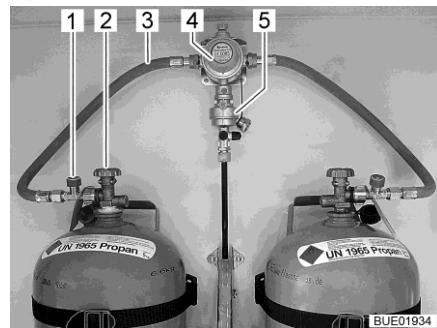
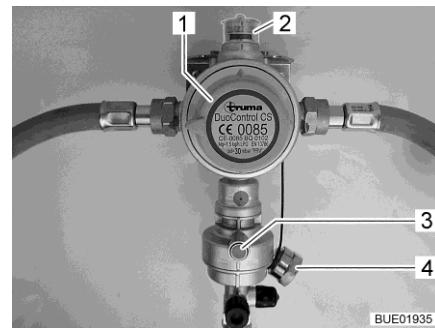

Fig. 49 Bombole del gas con DuoControl
Fig. 50 Impianto di regolazione DuoControl
L'impianto di regolazione DuoControl consiste in una valvola di commutazione (Fig. 49,4) e un sensore crash (Fig. 49,5). L'impianto di regolazione DuoControl è installato tra i tubi flessibili del gas (Fig. 49,3) con un dispositivo antirottura del tubo flessibile (Fig. 49,1). Con la manopola (Fig. 50,1) sulla valvola di commutazione è possibile stabilire quale delle bombole del gas viene utilizzata come bombola in uso e quale come bombola di riserva.
Nella finestra di controllo (Fig. 50,2) viene visualizzato lo stato del rifornimento di gas:
Il funzionamento con una sola bombola del gas è consentito, ma in questi casi il collegamento aperto deve essere assolutamente chiuso con una copertura cieca (Fig. 50,4).
Il sensore crash blocca l'alimentazione del gas in caso di forti vibrazioni (es. incidente). Il sensore crash viene azionato mediante pressione del tasto reset verde (Fig. 50,3).
Il dispositivo antirottura del tubo flessibile (Fig. 49,1) blocca il flusso di gas quando il tubo flessibile collegato si rompe. Il dispositivo antirottura del tubo flessibile deve essere attivato premendo il tasto verde.
Tramite la centralina di controllo (Fig. 51) è possibile attivare e disattivare l'alimentazione del gas tramite l'impianto di regolazione DuoControl. Le valvole principali di arresto (Fig. 49,2) delle bombole del gas e i rubinetti di arresto del gas degli apparecchi devono essere aperti manualmente.
- Con la manopola (Fig. 50,1) sulla valvola di commutazione selezionare la bombola del gas, da cui proviene la principale alimentazione del gas (bombola in uso). Girare la manopola fino all'arresto.
- Aprire le valvole principali di arresto (Fig. 49,2) delle bombole del gas.
- Premere il tasto verde del dispositivo antirottura del tubo flessibile (Fig. 49,1). Nella finestra di controllo (Fig. 50,2) viene visualizzato il simbolo verde.
- Chiudere le valvole principali di arresto (Fig. 49,2) delle bombole del gas.
Se la spia di controllo verde (Fig. 51,6) si spegne durante il funzionamento e la spia di controllo rossa (Fig. 51,5) si accende, significa che la bombola in uso è vuota e deve essere sostituita. Nella finestra di controllo (Fig. 50,2) viene visualizzato il simbolo rosso. La bombola di riserva continua ad alimentare le utenze a gas.
- Ruotare di mezzo giro la manopola (Fig. 50,1) in direzione della bombola del gas utilizzata. In questo modo questa bombola del gas ora è la bombola in uso, mentre la bombola del gas vuota diventa la bombola di riserva. Il simbolo nella finestra di controllo (Fig. 50,2) passa da rosso a verde.
- Chiudere la valvola principale di arresto (Fig. 49,2) della bombola del gas vuota. Osservare la direzione della freccia.
- Premere il tasto verde del dispositivo antirottura del tubo flessibile (Fig. 49,1).